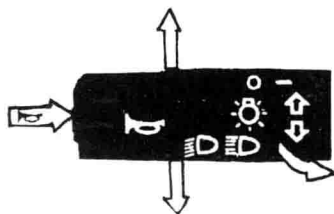

图 1-3-3 组合开关控制喇叭、警报闪光灯、转向灯操作示意图
①喇叭——喇叭按钮设置在操纵手柄的端头,按下组合开关操作手柄的按钮,喇叭发出响声,如图 1-3-3 所示。
②前警报闪光灯——向后拉一下组合开关手柄,则前警报灯闪烁,且不受点火开关的影响。即当点火开关切断后,前警报灯仍继续闪烁,如图 1-3-3 所示。
③转向灯——向下按下组合开关手柄,左转向灯闪亮;向上抬起组合开关手柄,右转向灯闪亮,如图 1-3-3 所示。